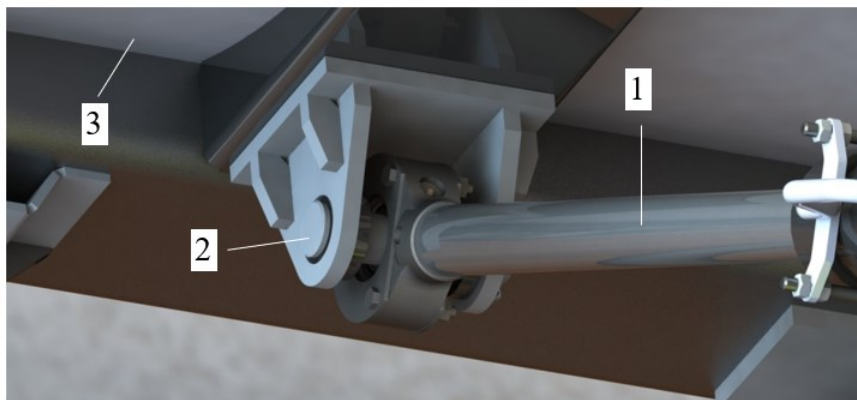

Рисунок 3.91. Монтаж гидроцилиндров подъема/заглубления отвала
- ▶ Осторожно выдвинуть цилиндры 1 и установить их на отвале с помощью пальцев 2, рис. 3.91.